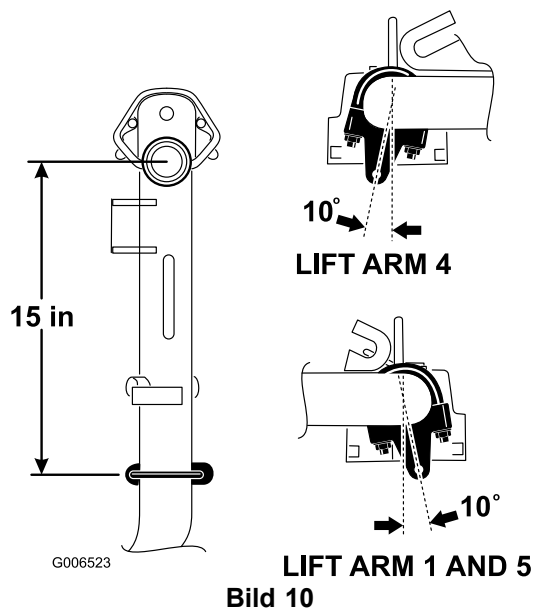

Bild 10
1. Positionieren Sie die Kettenhalterungen und die U-Schrauben an den Hubarmen Nr. 1, Nr. 4 und Nr. 5 38 cm hinter der Mittellinie des Kreuzgelenks (Bild 10). An den Hubarmen Nr. 1 und Nr. 5 sollten die Halterungen 10 Grad nach rechts von der Vertikalen gedreht werden (Bild 10). Am Hubarm Nr. 4 sollte die Halterung 10 Grad nach links von der Vertikalen gedreht werden (Bild 10).